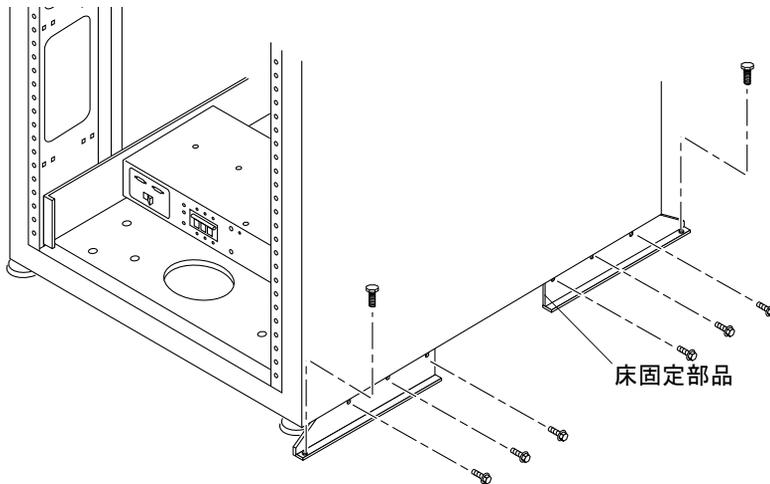

図 2-6 床固定部品の取り付け
2. 7/16 インチのラチェットレンチを使って、取り外した 6 本の取り付けネジで、システムの正面と背面に右側の床固定部品を取り付けます (図 2-6)。